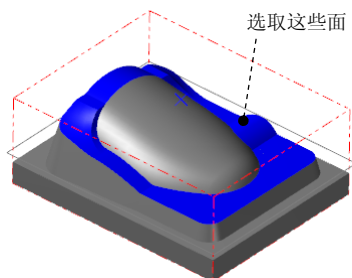

图 17.17 选取干涉曲面
(2) 选取干涉曲面。单击 **干涉面** 区域中的  按钮，然后选取图 17.17 所示的面，单击“标准选择”工具栏中的  按钮，完成加工区域的设置，系统返回至“刀具路径的曲面选取”对话框。
(3) 单击  按钮，系统弹出“曲面精加工环绕等距”对话框。